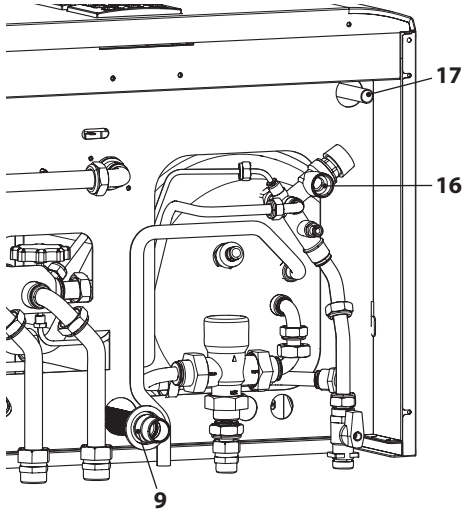

Figura 5.4
- Collegare lo scarico delle valvole di sicurezza 16 e 17 in Figura 5.4 ad un imbuto di scarico.
- Inserire il tubo flessibile di scarico condensa 9 in Figura 5.4 all'interno del condotto di scarico condensa domestico o nell'imbuto di scarico della valvola di sicurezza, qualora lo scarico sia idoneo a ricevere condensa acida.